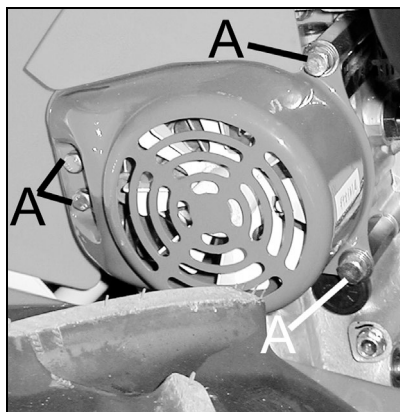

Figure 12
- Déposez en dévissant ses 4 vis, le carter se trouvant sur le bloc de transmission hydrostatatique (A, Figure 12).